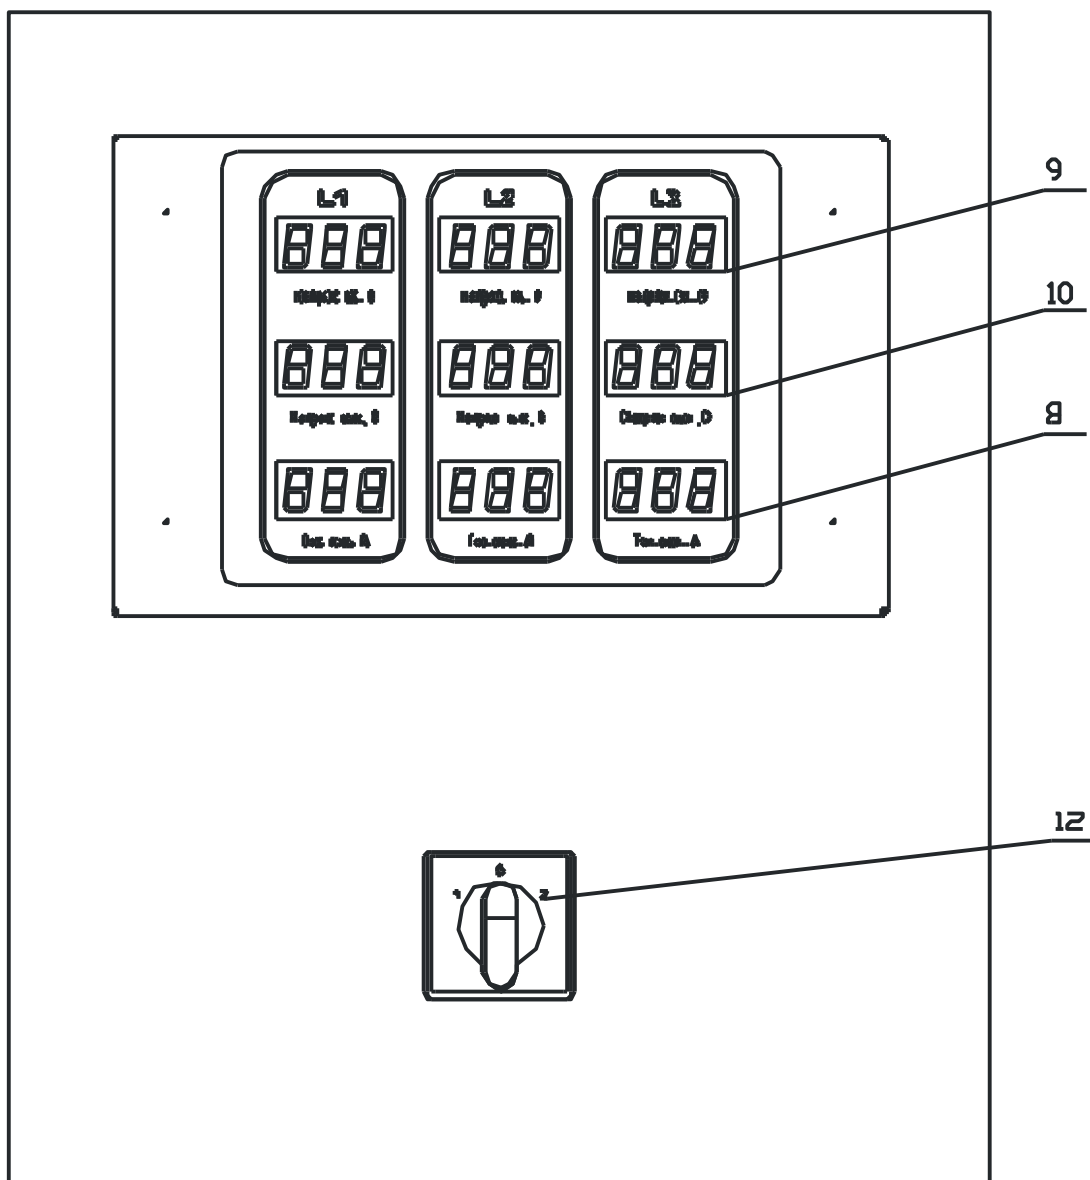

Рис.2. Панель управления.
- переключатель «Режим работы - «ВКЛ - ВЫКЛ ТРАНЗИТ» (рис.2 поз. 12);
- три цифровых вольтметра «L1, L2, L3 - «Контроль входного напряжения» (рис.2 поз.9);
- три цифровых вольтметра «L1, L2, L3 - «Контроль выходного напряжения» (рис.2 поз.10);
- три цифровых амперметра «L1, L2, L3 - «Ток нагрузки» (рис.2 поз.8).